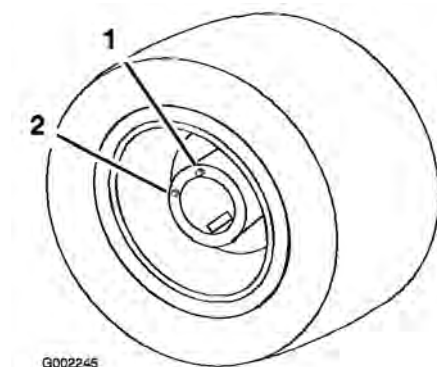

Figura 49
5. Mueva el vehículo lentamente hasta que la rueda quede posicionada para el llenado, según muestra Figura 49.